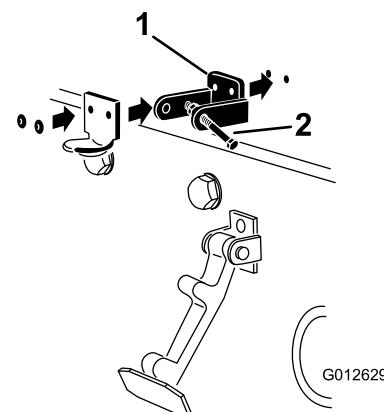

Рисунок 4
4. Совместите отверстия в стопорном кронштейне по стандарту СЕ и кронштейне защелки капота с отверстиями в капоте (Рисунок 4).
6. Приклейте кронштейны и шайбы к капоту (Рисунок 4).